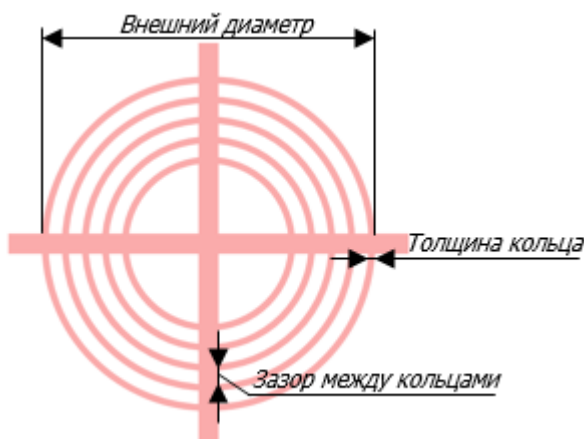

Рис. 133 Параметры апертуры
- Внешний диаметр – диаметр внешнего кольца апертуры, см. Рис. 133.